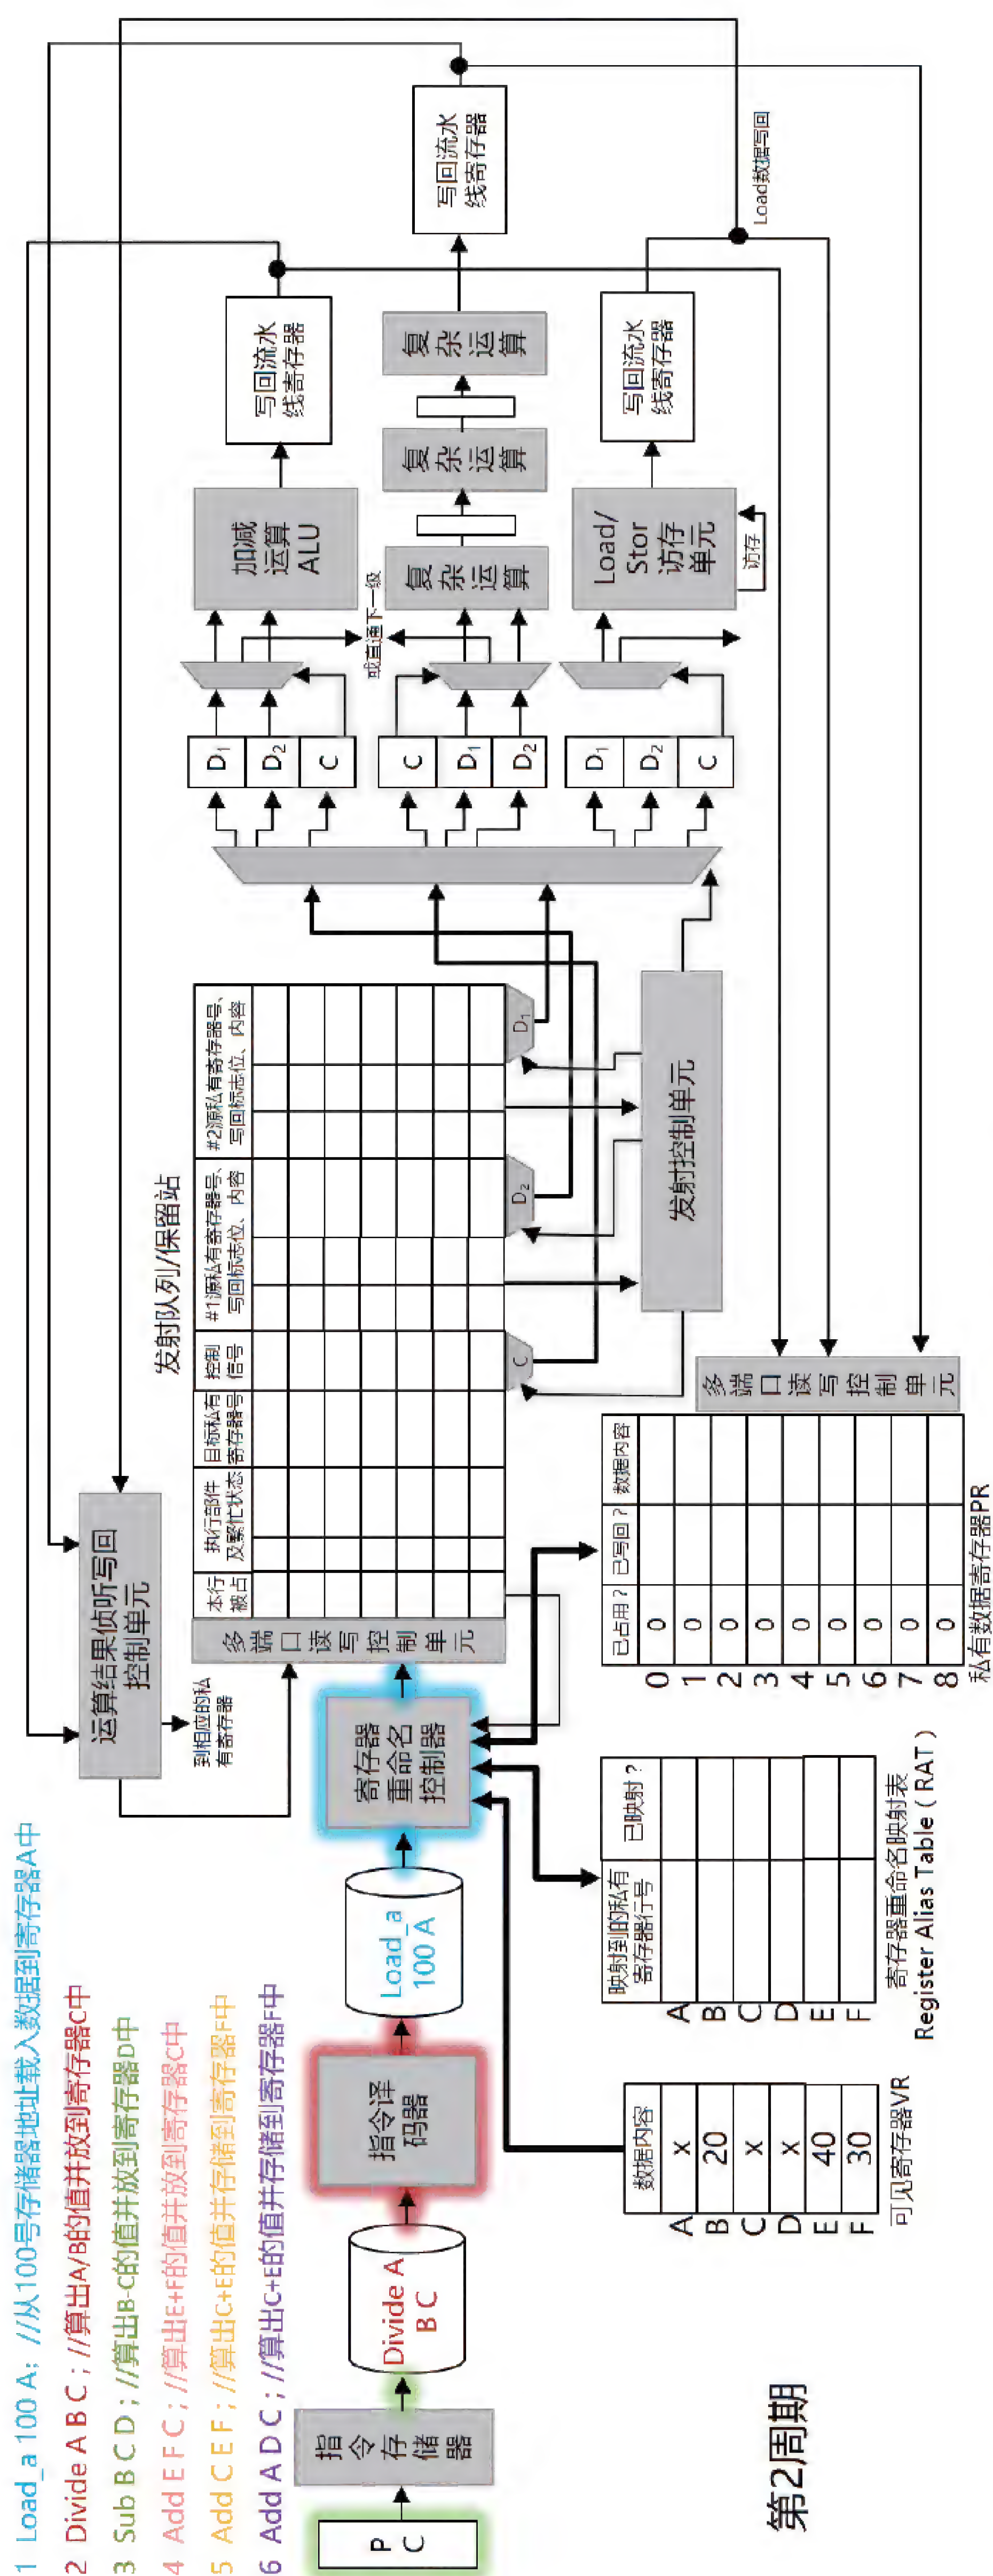
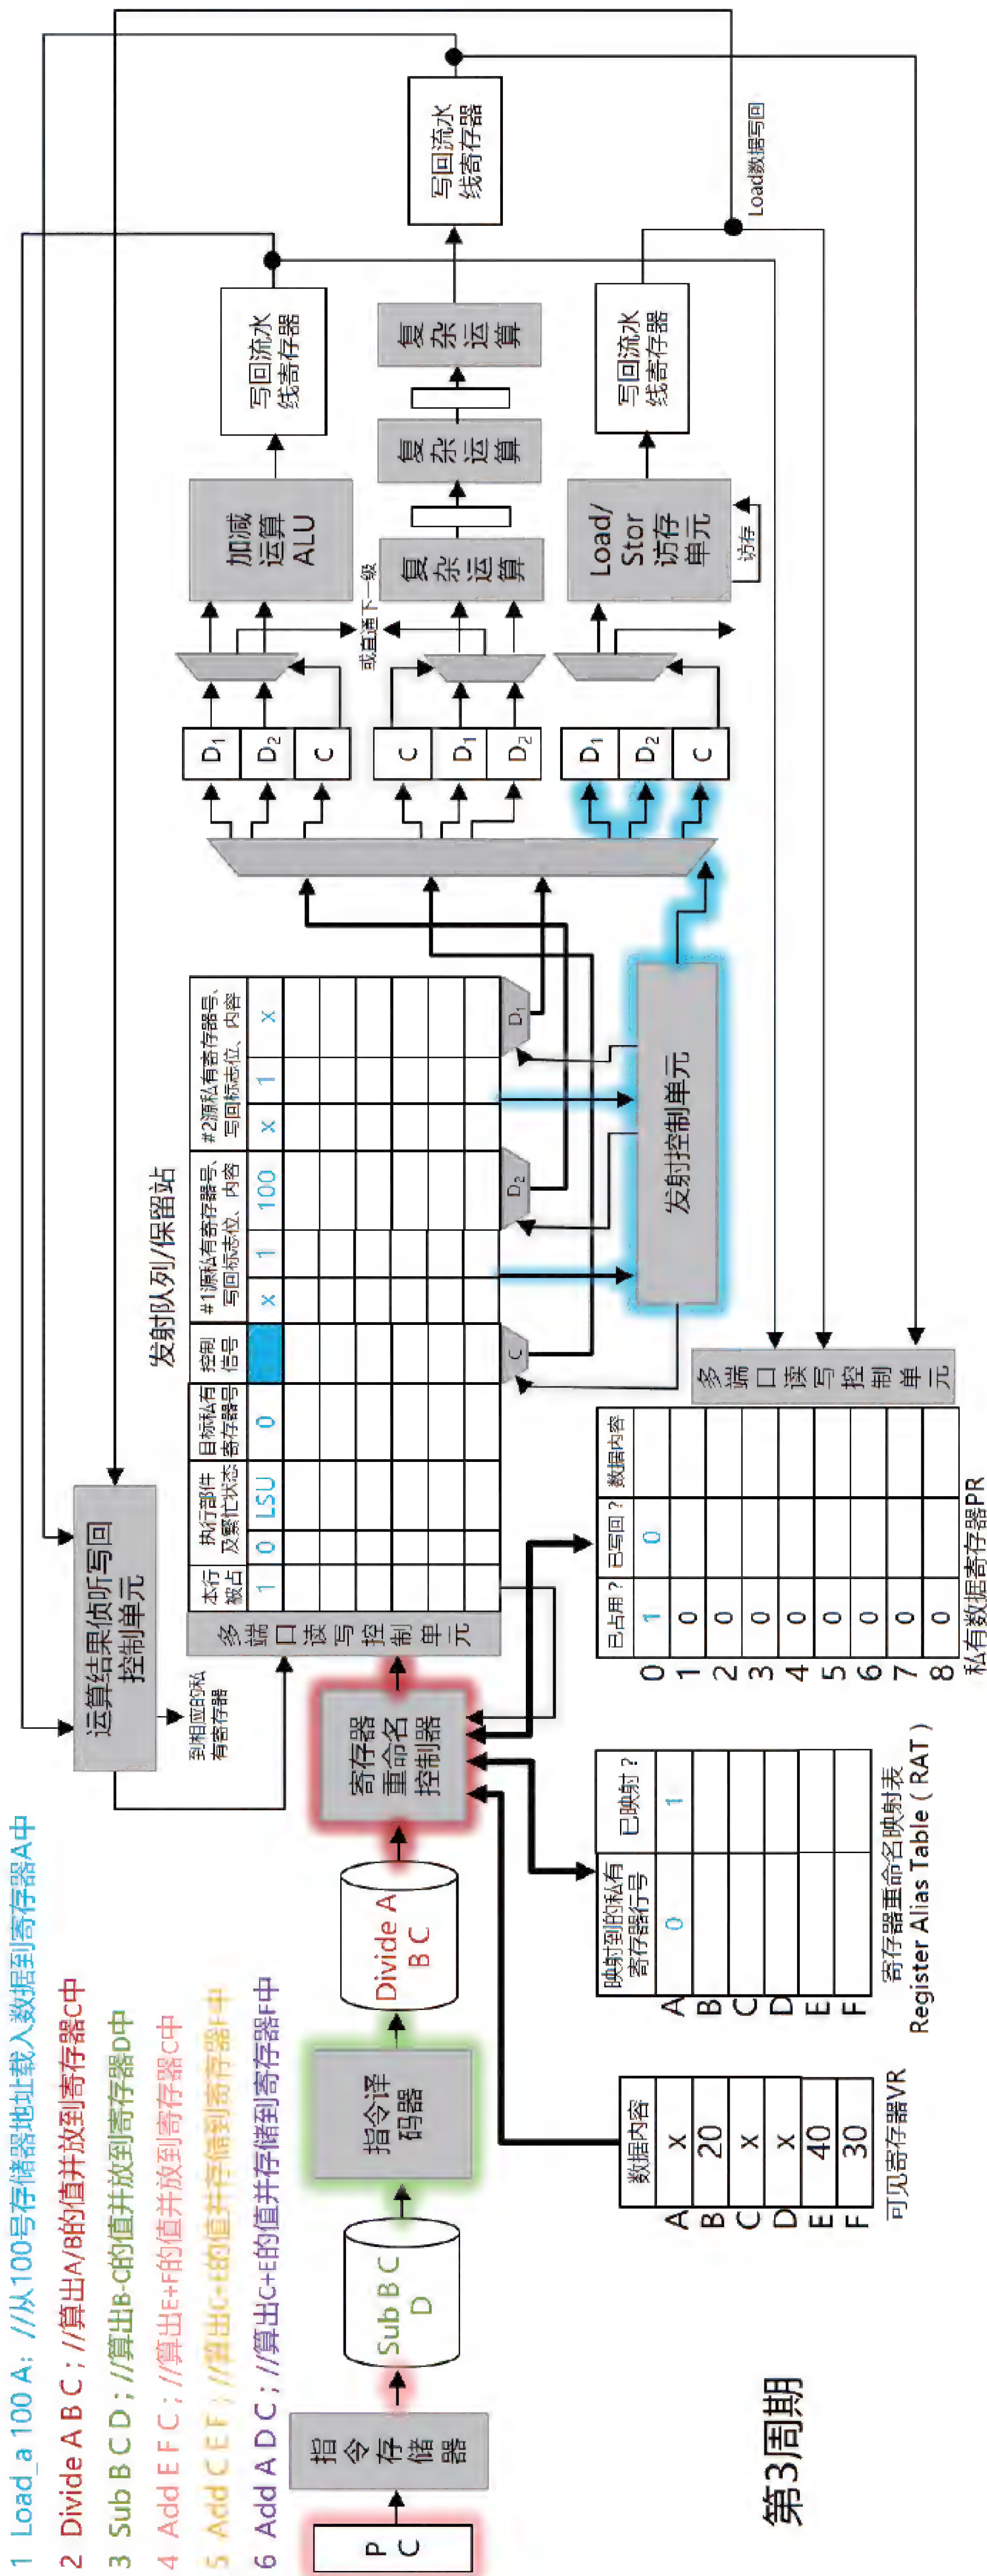

图4-50 第2周期执行过程
图4-51 第3周期执行过程
**第2周期：**如图4-50所示。在这个周期的边沿时，绿色指令被取指，棕色指令被译码，同时蓝色指令被寄存器重命名以及读操作数到保留站。Load\_a 100 A的目标寄存器是寄存器A，其被重命名到私有寄存器#0也就是第0行，所以在RAT表中填入这个行号，并在记录是否已映射的列中置1，从而表示寄存器A已经被映射到私有寄存器0。RAT表中的每一行是按照可见寄存器一一对应的。由于Load\_a指令此时还没有执行完，结果尚未拿到，所以需要在私有寄存器的第0行的“已写回”这一列置0以表示结果尚未拿到。同时，重命名控制单元还需要将该指令写入到保留站中，并将对应的每个字段填充为相应的值，比如结果拿到后应当写入目标寄存器（私有寄存器#0），并且将已经准备好的操作数写入到保留站中对应的字段中。比如Load\_a 100 A这个指令，100这个操作数已经包含在指令中，所以天然就准备好了；而Load\_a指令只有一个源操作数，不需要第二个源操作数，所以保留站中对应的行中用于记录两个操作数“已写回”状态的状态位都被置1，以表明该指令可以被立即执行。当然，上述的这一切的判断逻辑，都需要由寄存器重命名控制单元来判断并给出结果，在第2周期里，这些结果会被分别送往RAT表、私有寄存器、保留站中，但是这些结果会在第3周期的边沿时才会被锁入，所以图4-50中看不到这些结果，可以观察图4-51所示的第3周期状态图直观地看到这些值。
**第3周期：**如图4-51所示。在本周期的边沿时，粉色指令被取指，绿色指令被译码，同时棕色指令被寄存器重命名和读操作数入保留站，目标可见寄存器C被重命名重定向重映射到私有寄存器#1。与此同时蓝色指令由于操作数都已经准备好了，所以被发射控制单元读出保留站并发射到LSU单元的前端等待执行，同时删掉保留站中的蓝色指令对应的行（将“已占用”字段置0即可，注意，这个动作的结果是在下一个时钟周期的边沿才会被锁入到保留站中，如图4-51所示）。发射控制单元就像一个调度员一样，它根据保留站中所有记录纵观全局，决定哪条指令可以发射（两个操作数“已写回”状态位同时为1）、发射到哪个执行单元，并且还需要负责向保留站中对应的位置更新对应执行单元的繁忙状态，如果某条指令被调度到某个执行单元执行，那么发射控制单元需要将该单元的繁忙标志位置1，当结果写回后，则再将该位置0。图中的“x”表示该字段的内容无效。